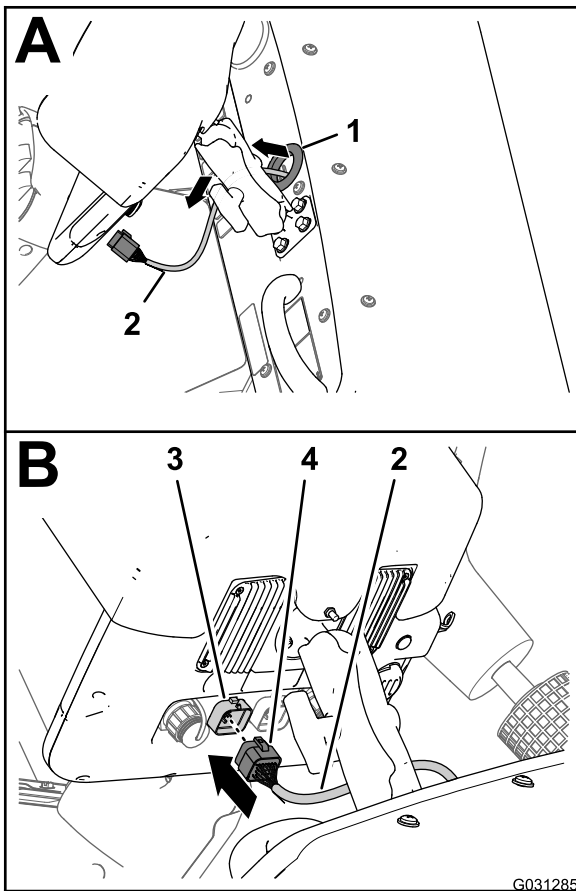

Figura 168
5. Enrute la rama de 220 cm del arnés de datos hacia arriba por el anillo de goma del orificio del salpicadero (Figura 168).
6. Alinee el conector hembra de 26 vías del arnés de datos con el conector de 26 pines de la pantalla de fumigación e introduzca el conector macho en el conector hembra hasta que el cierre del conector se enganche firmemente (Figura 168).